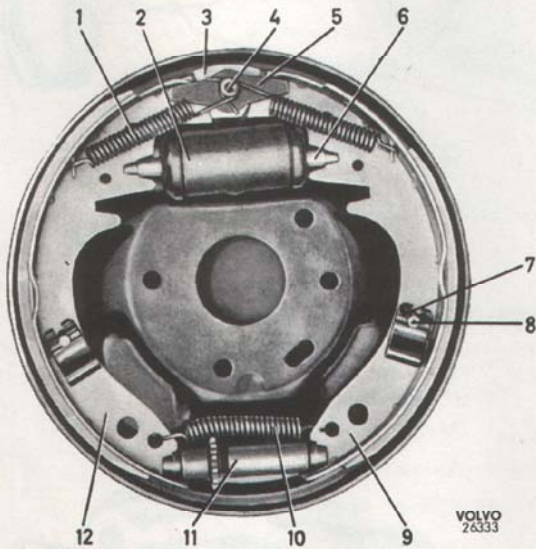
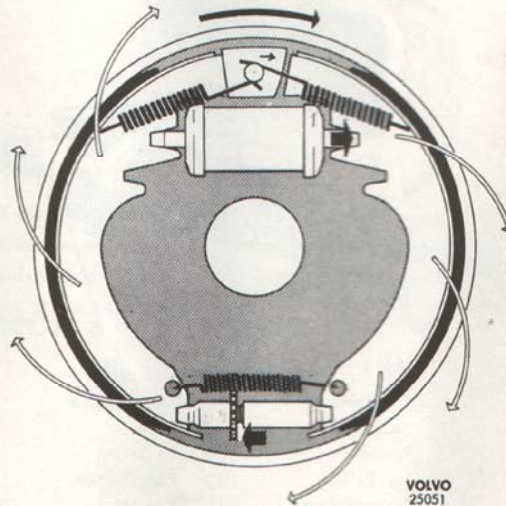
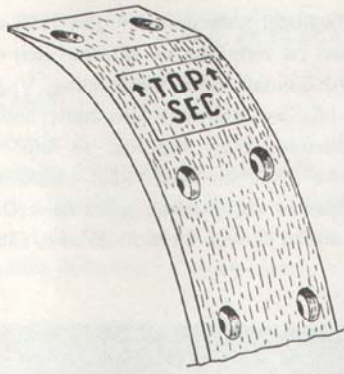

Bild 4. Hjulbroms, höger framhjul.
Bild 6. Ansättning av hjulbroms.
Bild 14. Framhjulens bakre bromsbelägg.
Bromsbackarna (9 och 12, bild 4) är rörligt fästade vid bromsskölden genom styrpinnar (8) och fjädrande klämmor (7). Backarnas övre ändar hålles tryckta mot det vridbara centreringsblocket (3) av retur fjäderna (1). De nedre ändarna är förenade genom justeranordningen (11) mot vilken de hålles tryckta av fjädern (10), som dessutom låser justerskruvens kuggghjul. Genom denna upphängning är bromsbackarna självcentrerade och båda backarna delvis självansättande (s.k. Duo-servo).
När bromsen ansättes trycker hjulcyllinderns kolvar genom tryckstängerna (6, bild 4) ut backarna mot bromstrumman. På grund av friktionen mellan trumma och belägg vill backarna följa med i trummans rotationsriktning. Genom backarnas "flytande" upphängning tryckes därvid primärbacken (9) nedåt och sekundärbacken (12) uppåt tills dess övre ända går emot centreringsblocket, se bild 6. Sekundärbackens ända skjutes därvid på blocket så att backen blir centrerad i förhållande till trumman. Ge-
nom att sekundärbackens vridningscentrum ligger i ankarbulten (4, bild 4) och primärbackens i justeranordningen kommer friktionen mellan trumma och belägg att hjälpa till med ansättningen, bild 6. Till detta verkar även det förhållandet att primärbackens strävan att följa med i trummans rotationsriktning verkar ansättande på sekundärbacken.
Montera de färdiga originalbeläggen. **Observera därvid att på framhjulens bakre bromsbackar (sekundärbackar) skall monteras tjockare och excentriskt slipade belägg, märkta på slitsidan enligt bild 14. Den tjockare delen (märkt) vändes uppåt. Det kortare primärbelägget placeras som framgår av bild 4 resp. 5.**